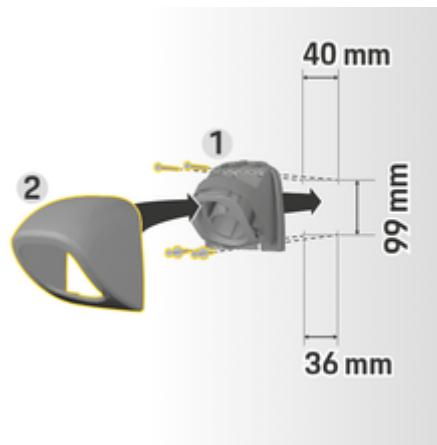

図.6 ドリル寸法
- コネクターファスナー1(図.6)をカバー2(図.6)から取り外します。
- コネクターファスナー1(図.6)を壁にネジ留めしてください。
- カバー2(図.6)をコネクターファスナー1(図.6)に下から取り付け、押し上げてください。